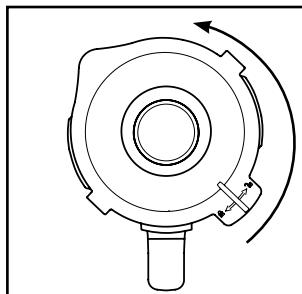
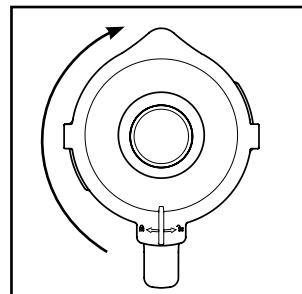

Fig. 1
Fig. 2
- 1) Scoateți recipientul de amestecare **③** drept, în sus din blocul motor **①**.
- 2) Îndepărtați capacul **②** rotindu-l în sens antiorar, în poziția (a se vedea fig. 1), până când îl puteți ridica.
- 3) Umpleți recipientul de amestecare **③**.
- 4) Apăsați din nou capacul **②** pe recipientul de amestecare **③**. Închideți capacul **②** rotindu-l în sens orar, în poziția , până când se blochează cu un sunet (a se vedea fig. 2). Aveți grijă ca gura de turnare de pe recipientul de amestecare **③** să fie închisă. Motorul poate porni numai după ce capacul **②** este șezat fix.